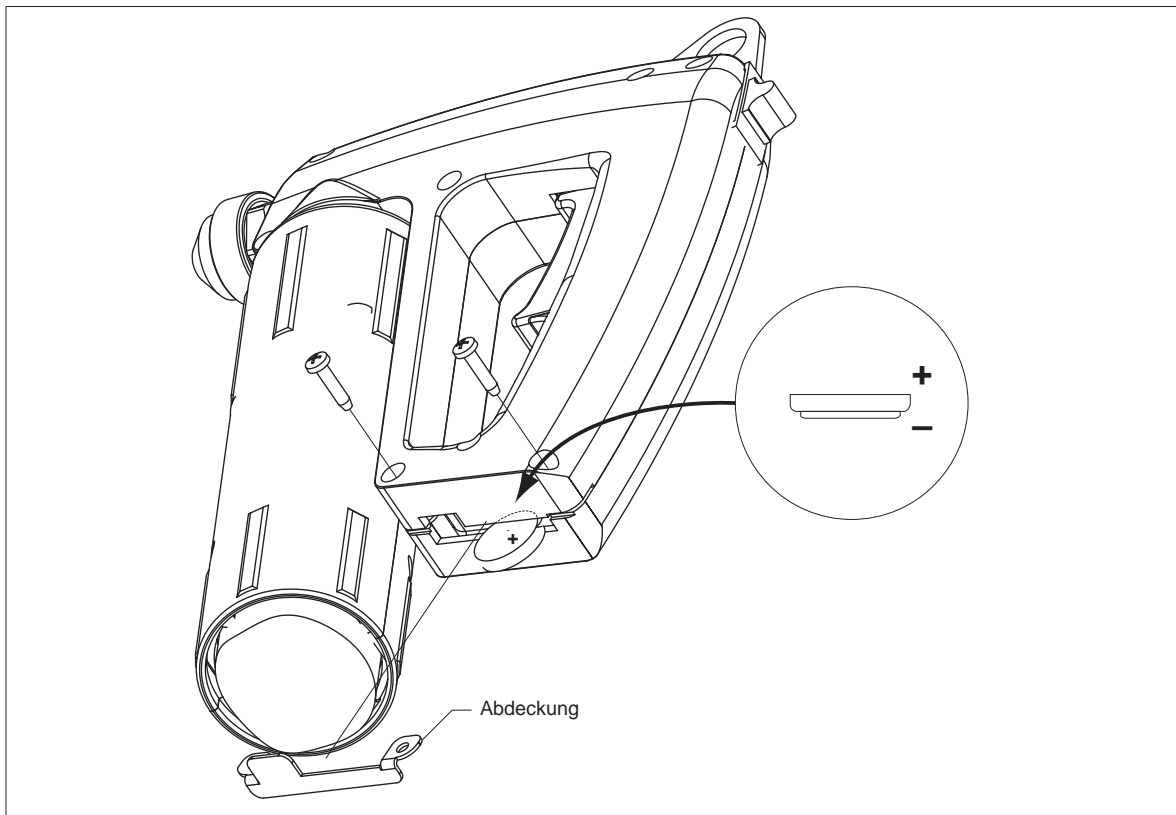

Bild 7.3/1: Austausch der Senderbatterie
1. Lösen und entfernen Sie die in Bild 7.3/1 gezeigten Kreuzschlitzschrauben.
Beachten Sie dabei die Polarität der Batterie (siehe Bild 7.3/1)!